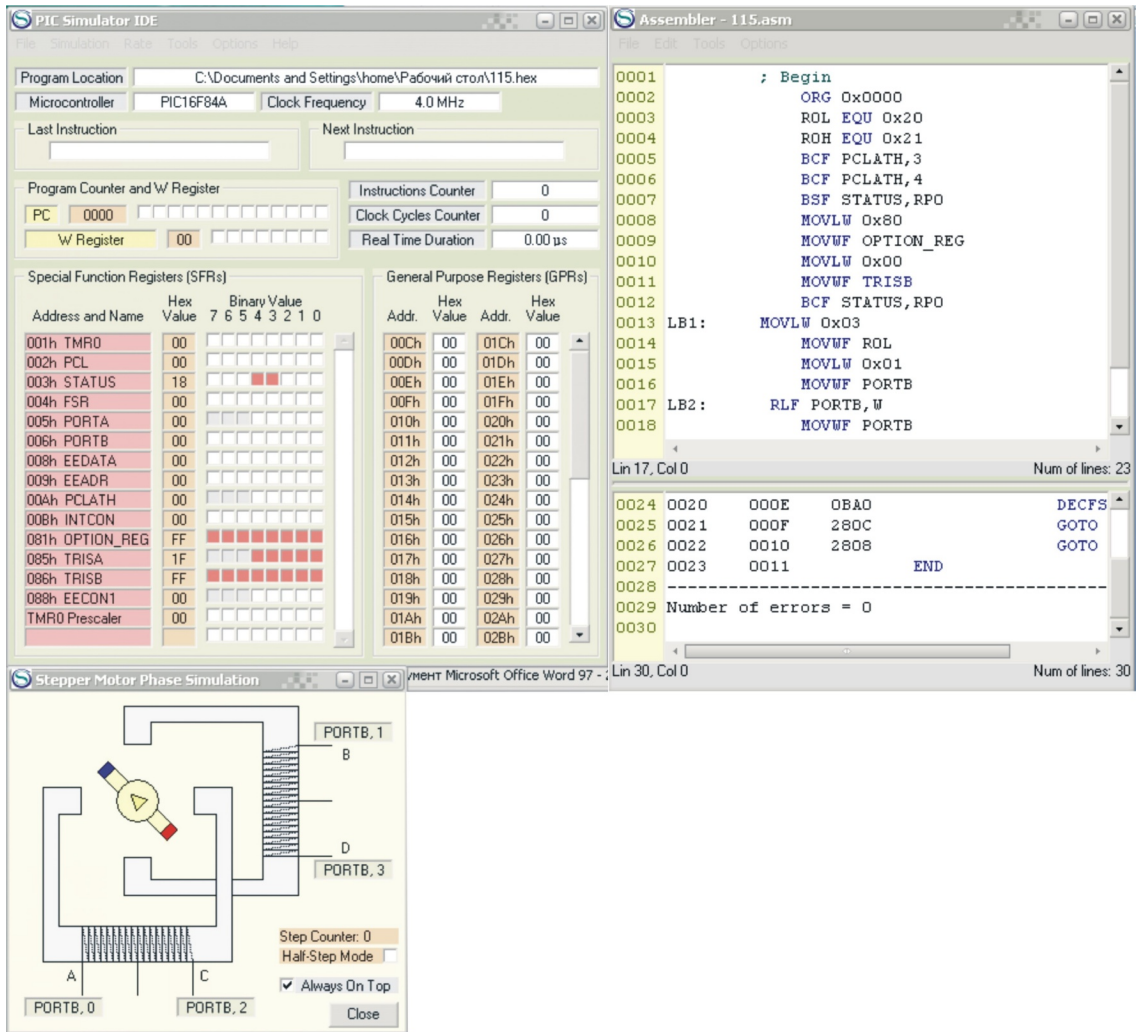

Рис. 14. Інтерфейс симулятора з виконуваною програмою та панеллю крокового двигуна «Stepper Motor Phase Simulation»
9. Натиснути Tools | Stepper Motor Phase Simulation. Відкриється вікно з панеллю крокового двигуна «Stepper Motor Phase Simulation» (рис. 14);